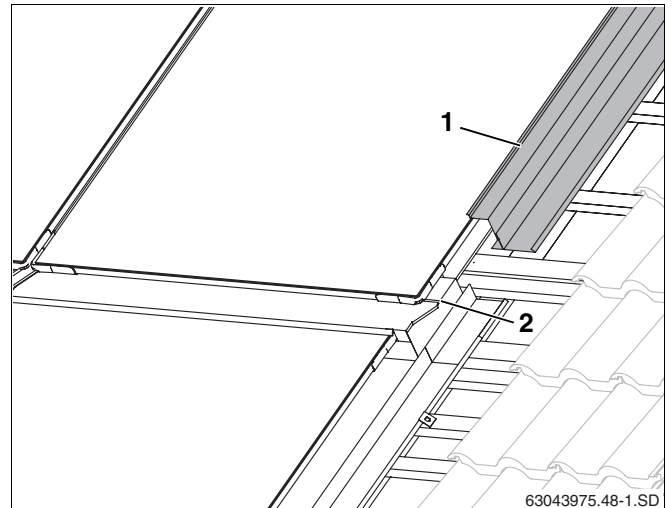

Fig. 54 Chapa de cobertura lateral, fila superior
- ▶ Montar as chapas de cobertura superiores laterais (fig. 54, **item 1**) da mesma maneira que as inferiores (capítulo 10.2 "Chapas de cobertura laterais").
- ▶ Empurre as chapas de cobertura laterais sobre a junta de chapa das chapas de cobertura centrais (fig. 54, **item 2**).